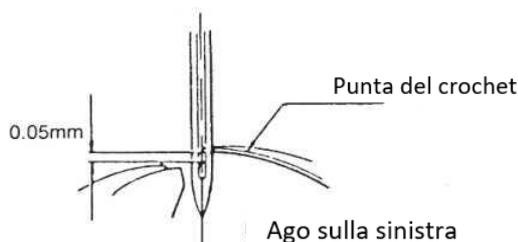

Figura 22
① Regolare l'ampiezza dello zig-zag sul valore massimo e girare manualmente il volantino verso di sé, in modo che l'ago sia nella posizione sinistra e la punta del crochet sia al centro dell'ago. A questo punto, la distanza dal bordo superiore della cruna dell'ago alla punta del crochet dovrebbe essere 0-0,5 mm. (Figura 22)
② Se l'altezza della barra dell'ago è sbagliata, rimuovere il pannello, allentare la vite dell'albero della barra dell'ago, alzare o abbassare la barra ago all'altezza richiesta, quindi stringere la vite.